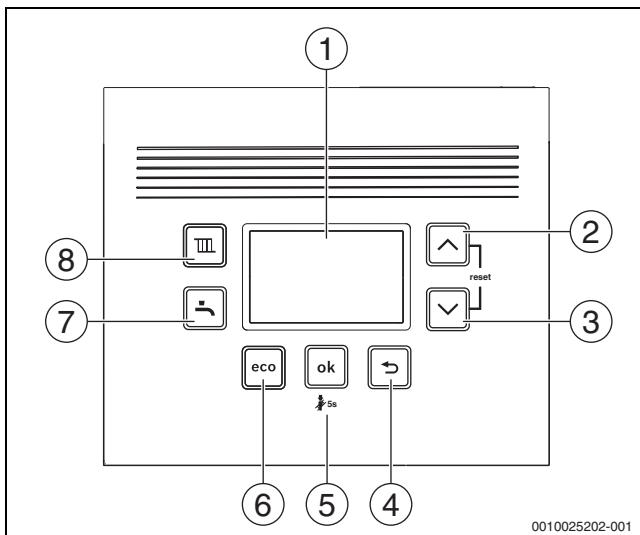

Рис. 1 Элементы управления
- ▶ Выключите котел кнопкой  (→ рис. 1).